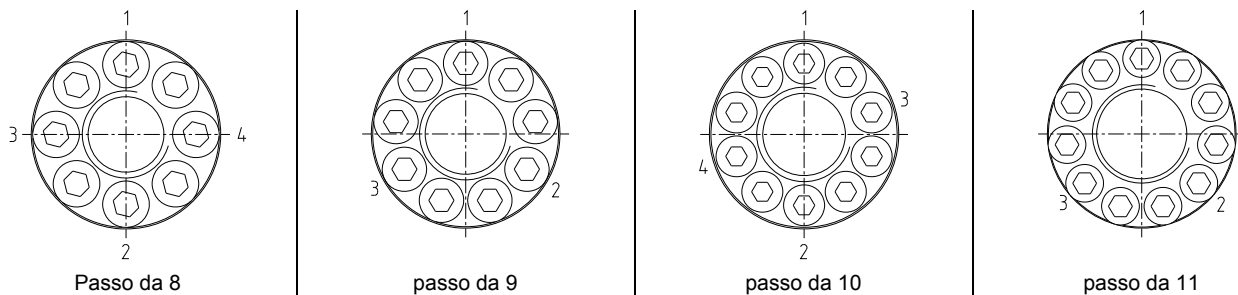

Figura 26: Serraggio delle viti di pressione
- Stringere manualmente le viti di pressione contrassegnate nella figura 26.
- Stringere queste viti (vedi figura 26) con una mezza coppia di serraggio secondo la tabella 11 e quindi con la coppia di serraggio piena secondo la tabella 11.